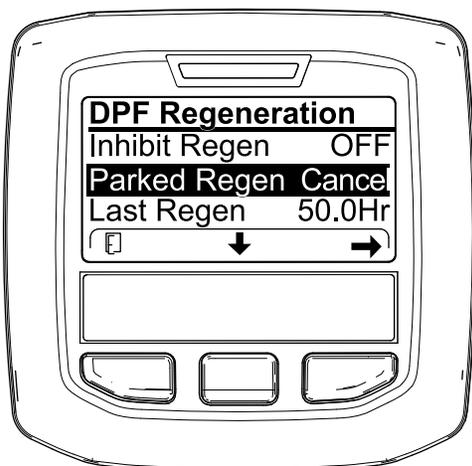

Рисунок 60
1. Перейдите к меню регенерации DPF (Рисунок 60).
2. Нажмите среднюю кнопку, чтобы перейти вниз к опции PARKED REGEN CANCEL (ОТМЕНА СТАЦИОНАРНОЙ РЕГЕНЕРАЦИИ) (Рисунок 60) или к опции RECOVERY REGEN CANCEL (ОТМЕНА ВОССТАНОВИТЕЛЬНОЙ РЕГЕНЕРАЦИИ) (Рисунок 61).
3. Нажмите правую кнопку для выбора опции Regen Cancel (Отмена регенерации) (Рисунок 60 или Рисунок 61).